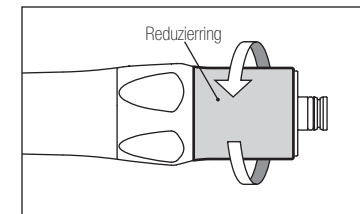

Abb. 10
- 1) Lösen und entfernen Sie den Reduzerring hinten am Handstück. (Abb.10)